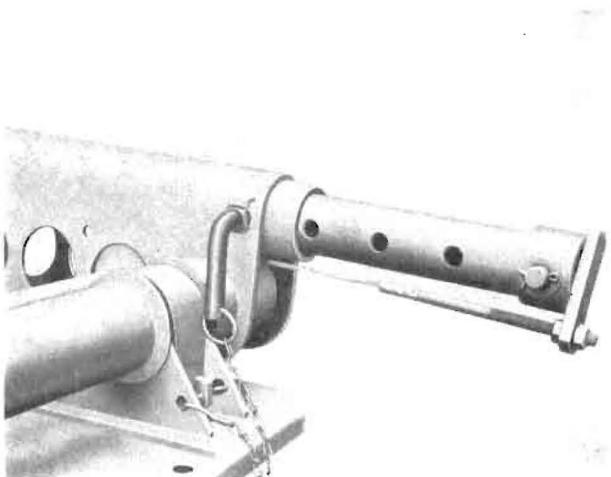

Bild 33
- die Haspel so weit zurückgenommen wird, daß 3 Vorstecklöcher im Haspelarm hinter dem Haspelträger sichtbar sind. In dieser Stellung ist die Haspel durch Bolzen zu sichern (siehe Bild 33).